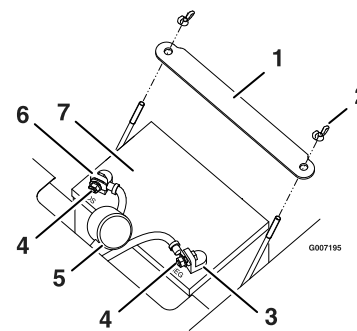

Figura 38
4. Desconecte el cable negativo de tierra (negro) del borne de la batería (Figura 38). Guarde todos los herrajes.
6. Retire la correa de sujeción de la batería (Figura 38) y levante la batería para retirarla de su bandeja.
1. Coloque la batería en la bandeja, con los bornes hacia el puesto del operador (Figura 38).
5. Fije la batería con la correa de sujeción (Figura 38).